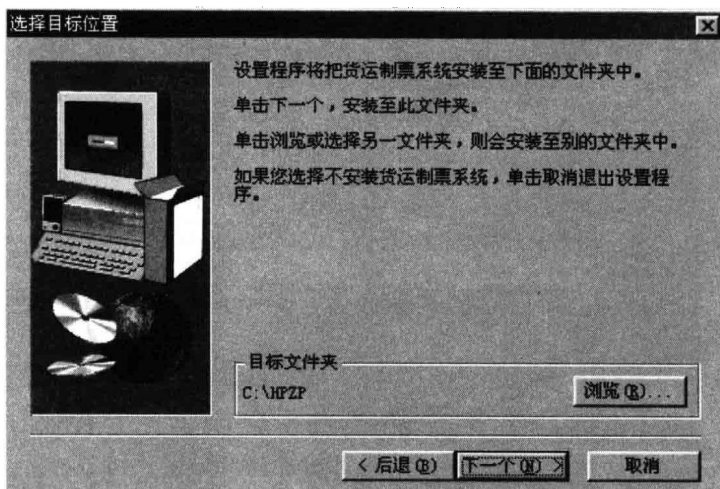

图 1-3
如同意系统继续执行下一安装步骤，输入正确的软件序列号，系统验证，如正确，则“下一个 (N) >”按钮变亮，点击“下一个 (N) >”按钮，系统进行下一步安装；如没有系列号系统无法进行安装。如点击“<后退 (B)”按钮则返回到上一步；如点击“取消”按钮则退出安装程序；下一步屏幕显示如图 1-3。